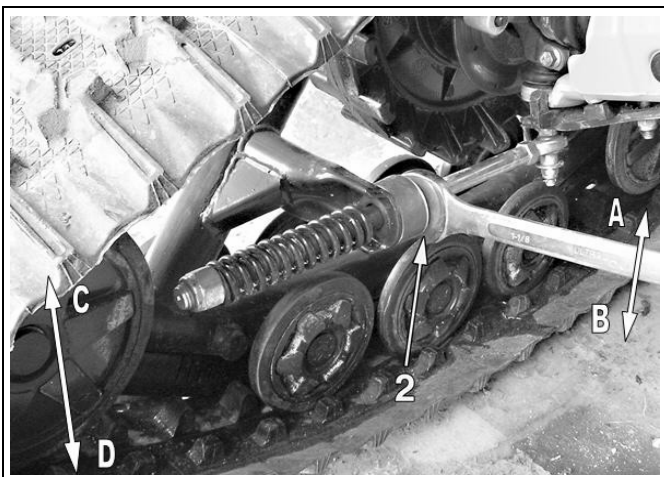

Figura 5
- Fissare il dado (2) come mostra la Figura 5 fino a quando la barra piatta raggiunge l'altezza di 254 ± 6 mm da terra. Se si utilizza la mano destra, girando la chiave verso il punto A si fa girare il sistema di cingoli verso il punto C, mentre girando la chiave verso il punto B si fa girare il sistema di cingoli verso il punto D (al contrario per coloro che usano la mano sinistra).